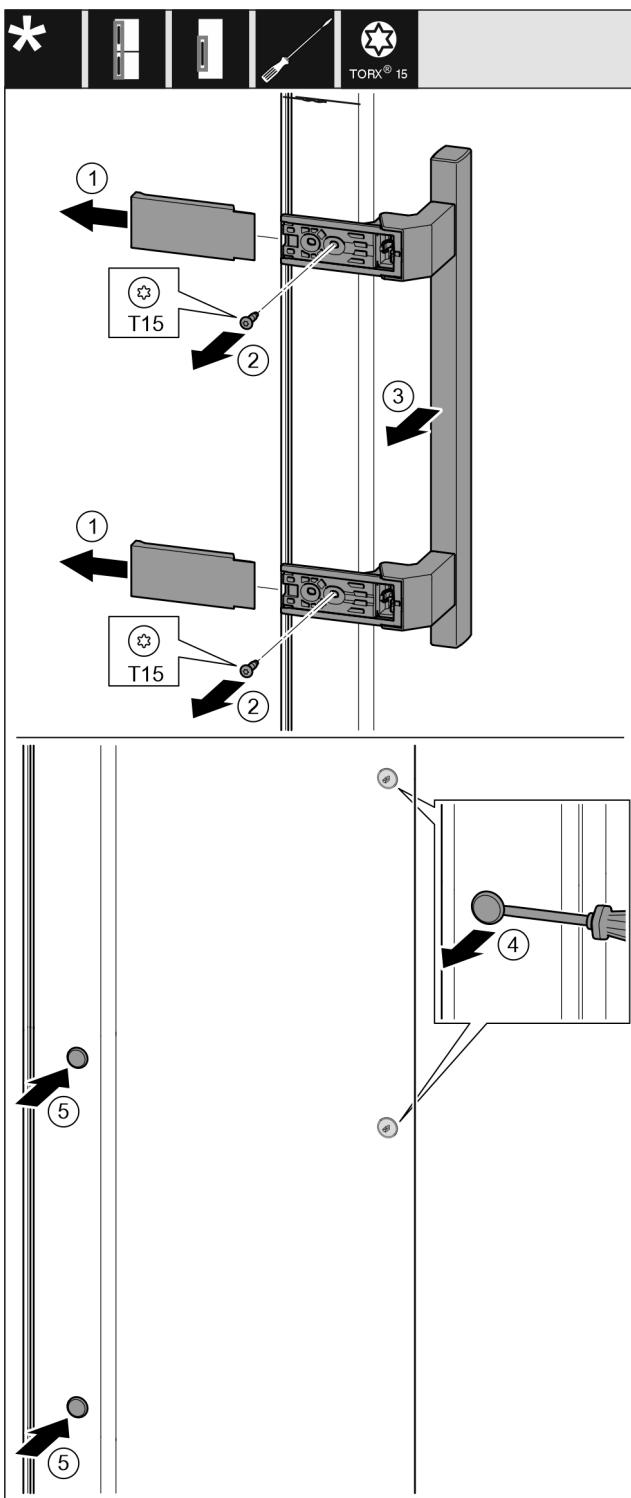

Fig. 16
- Зніміть кришку. Fig. 16 (1)
- Викрутіть гвинти за допомогою викрутки Торх 15. Fig. 16 (2)
- Зніміть ручку. Fig. 16 (3)
- За допомогою шліцевої викрутки обережно підніміть бокову заглушку та витягніть її. Fig. 16 (4)
- Вставте заглушку з іншого боку. Fig. 16 (5)